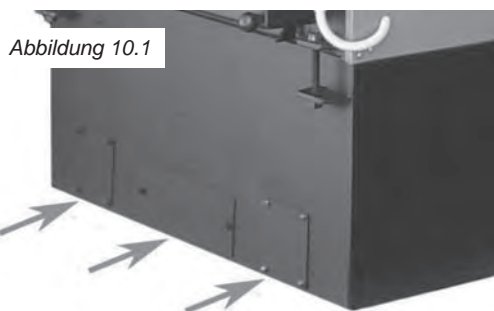

Abbildung 10.1
11.5 Reinigung der Zuluftschächte (Abb. 10.1)